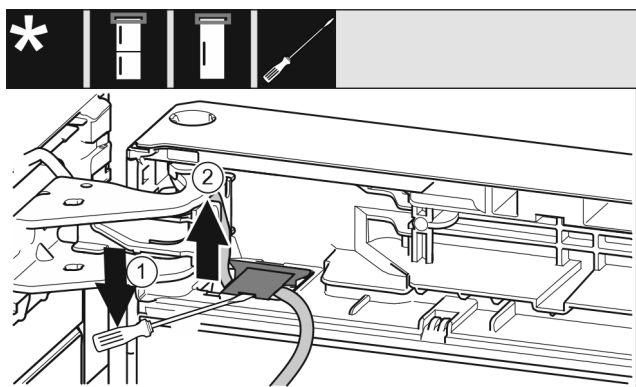

Fig. 21
- ▶ Ravnim odvijačem podignite pokrov i potom ga izvucite. Fig. 21 (1)
- ▶ Izvucite kabel. Fig. 21 (2)